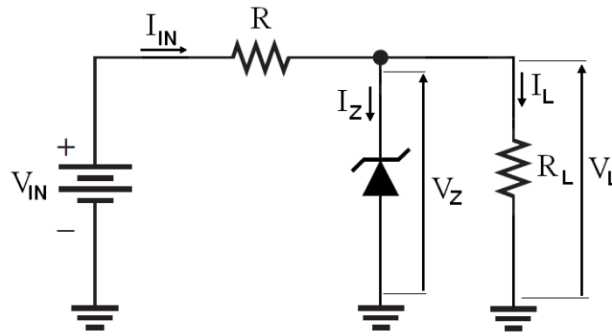

Figura 2. Regulador.
3) Teniendo en cuenta el circuito de la Figura 2: